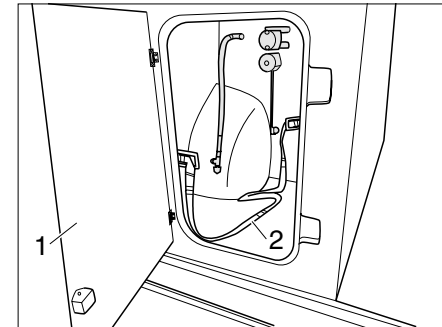

Bild 46 Zugangsklappe zur Gasflasche
- ▶ Zugangsklappe (Bild 46,1) zum Gaskasten öffnen.
- ▶ Befestigungsgurte (Bild 46,1) lösen und Gasflasche herausnehmen.
- ▶ Gasflasche mit den Befestigungsgurten (Bild 46,1) befestigen.
- ▶ Zugangstür (Bild 46,1) schließen.